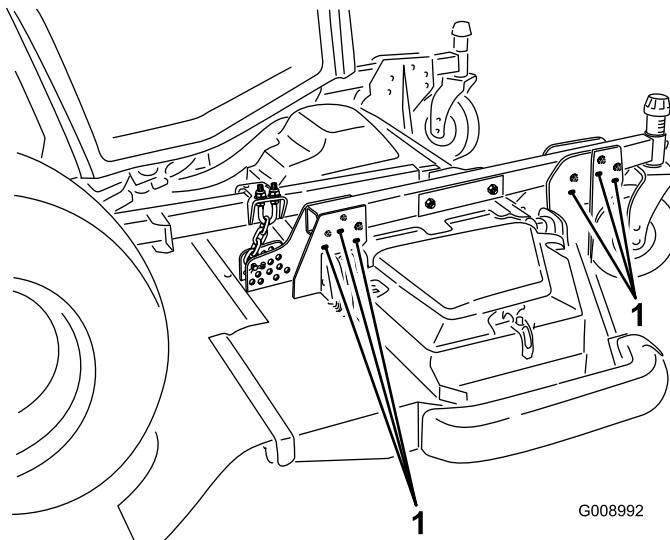

Figura 27
7. Para obtener las alturas de corte de 102–153 mm, retire los pernos de montaje que sujetan los soportes de la carcasa a los brazos de las ruedas giratorias y vuelva a montar los soportes en los brazos de las ruedas giratorias usando los taladros inferiores (Figura 27).